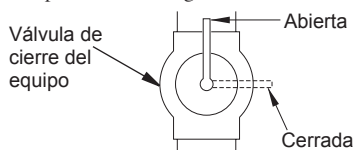

Figura 9 - Válvula de cierre del equipo
1. Cierre la válvula de cierre del equipo (consulte la figura 9).
1. Abra la válvula de cierre del equipo (consulte la figura 9).